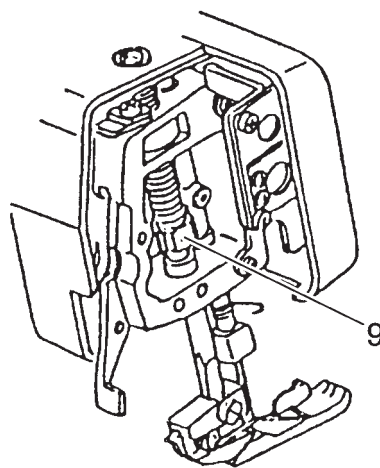

Рис. 6
- Ослабьте винт 9 крепления стержня лапкодержателя (рис.6).